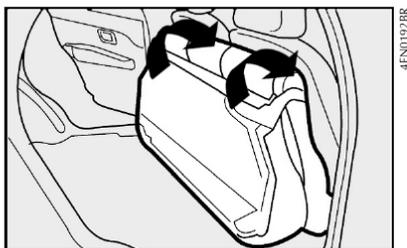

fig. 64
4) Rebatar para a frente o encosto, passando os cintos pelos lados, até que este se apoie sobre o assento traseiro fig. 64.